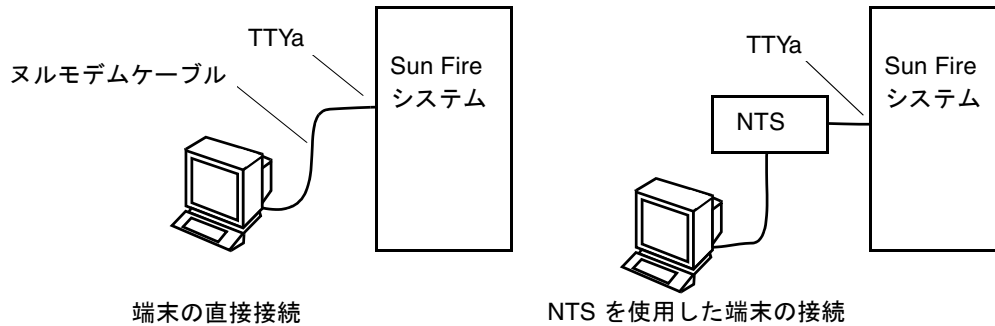

図 2-9 シリアルケーブルの接続
システム初期設定では、ASCII 端末が必要です。ASCII 端末は、ヌルモデムケーブルまたはネットワーク端末サーバー (NTS) を使用して、パッチパネルの基本 TTYa シリアルポートに接続されている必要があります (図 2-9)。
2. シリアルケーブルのもう一方の端を、ASCII 端末または NTS サーバーに接続します (図 2-9)。